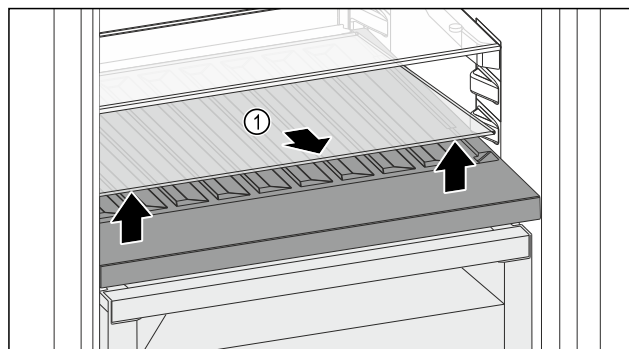

Fig. 137
- Ngrini lart përpara pllakën e xhamit Fig. 137 (1) te foletja dhe tërhiqeni jashtë.
- Ruani të sigurt pllakën e xhamit Fig. 137 (1) jashtë pajisjes.
- Vendoseni pllakën e xhamit (2) nën raftin mbajtës të ndryshueshëm të shisheve.